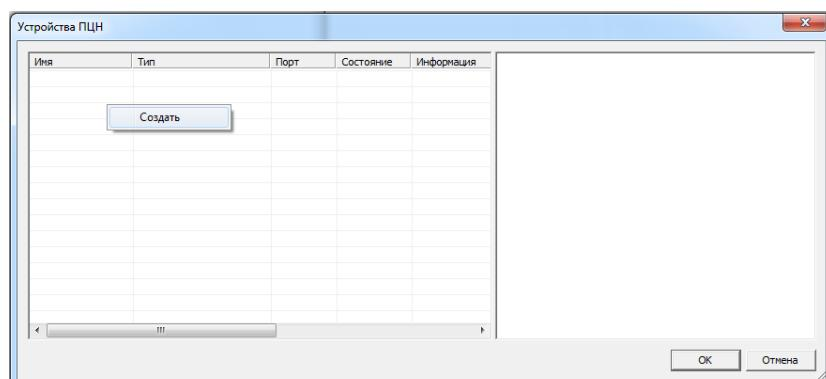

Рис. 7.2. Окно Устройства ПЦН
2. В открывшемся окне щелкните правой кнопкой мыши по свободному месту в поле списка устройств ПЦН и в появившемся меню выберите Создать (рис. 7.2).